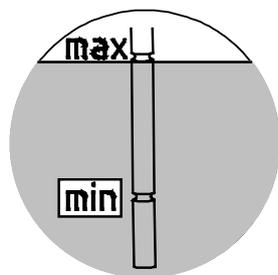

図 26: オイルレベルゲージによるオイルレベルの点検
4. **オイルリザーバー付きギヤユニット:** オイルレベルは、オイルリザーバ内のディップスティック（ねじ山 G1/4）付き止めネジを使って点検します。ディップスティックを完全にねじ込んだときに、オイルレベルが下マークと上マークの間になればなりません（図 26 を参照）。オイルレベルは、必要に応じて該当する種類のオイルで補充します。このギヤユニットは、7.1 章 "構造およびメンテナンス" 章に示されている構造形状でのみ作動させることができます。